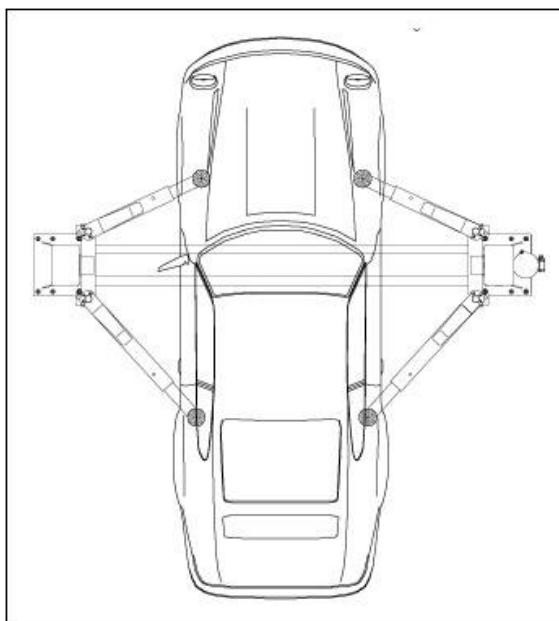

Рис. 12 Правильно установленный автомобиль
Важно правильно расположить автомобиль на дисковых опорных платформах для правильного распределения нагрузок на кронштейны (Рис.12)
- ◆ Автомобиль правильно установлен на подъемнике (Рис.12);